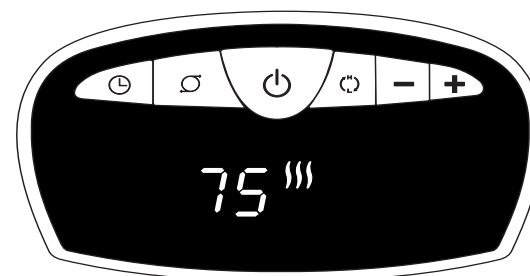

Figura 2
- Al encender el Calefactor, la unidad estará en calor ALTO (⏻) (1500 vatios) y mostrará la temperatura actual de la habitación (Figura 2)